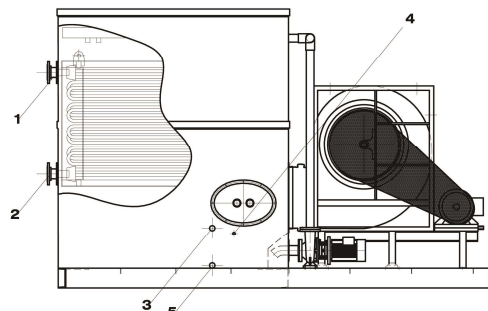

Fig. 8
- a.1) Connection of the primary circuit. Inlet pipe (fig 8/1) and outlet pipe (Fig 8/2).
- b) Connection of the overflow pipe (Fig 8/3).
- c) Connection of the make-up fresh water pipe of the float valve (Fig 8/4).
- f) Connection of the drain pipe (Fig 8/5).
- a.1) Raccordement du circuit primaire: tuyauterie d'entrée (fig. 8/1) et tuyauterie de sortie (fig. 8/2).
- b) Raccordement de la tuyauterie de "trop plein" (fig. 8/3).
- c) Raccordement de la tuyauterie d'eau d'appoint de la vanne à flotteur (fig. 8/4).
- f) Raccordement de la tuyauterie de vidange (fig. 8/5).
- a.1) Conexión del circuito primario: Tubería de entrada (fig. 8/1) y tubería de salida (fig 8/2).
- b) Conexión de la tubería de rebosadero (fig 8/3).
- c) Conexión de la tubería de agua de aporte de la válvula de flotador (fig. 8/4).
- f) Conexionado de la tubería de vaciado (fig. 8/5).